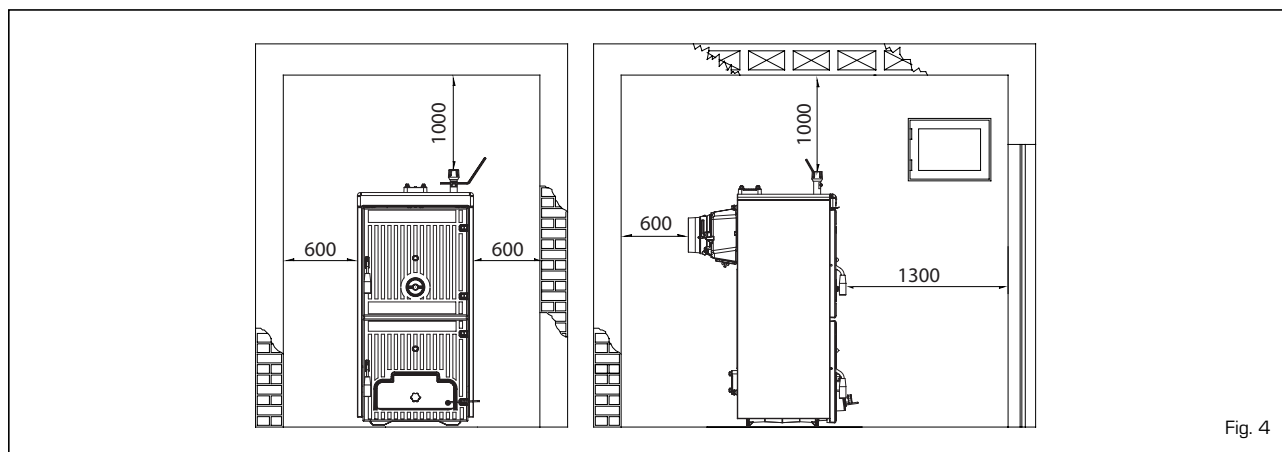

Fig. 4
4.1.1 Ubicación en la central térmica (fig. 4)